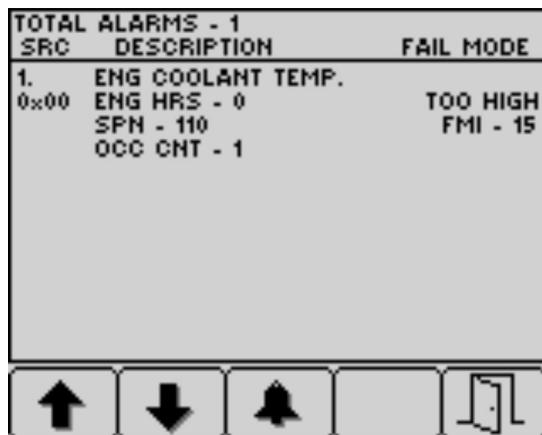

图 39
4. 按按钮 5 可退出故障列表返回主屏幕 图 39。
5. 按按钮 5 可退出故障列表返回主屏幕请参阅 发动机提醒信息 \(页码 30\) 中的 图 39。